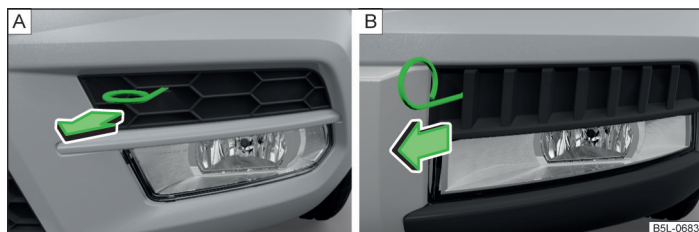

Fig. 197 Grilajul de protecție: Varianta 1 / varianta 2
- › Desprindeți grilajul de protecție în direcția săgeții » fig. 197 cu ajutorul etrierului pentru extragerea capacelor integrale de roți » pagina 227, Trusa de scule.